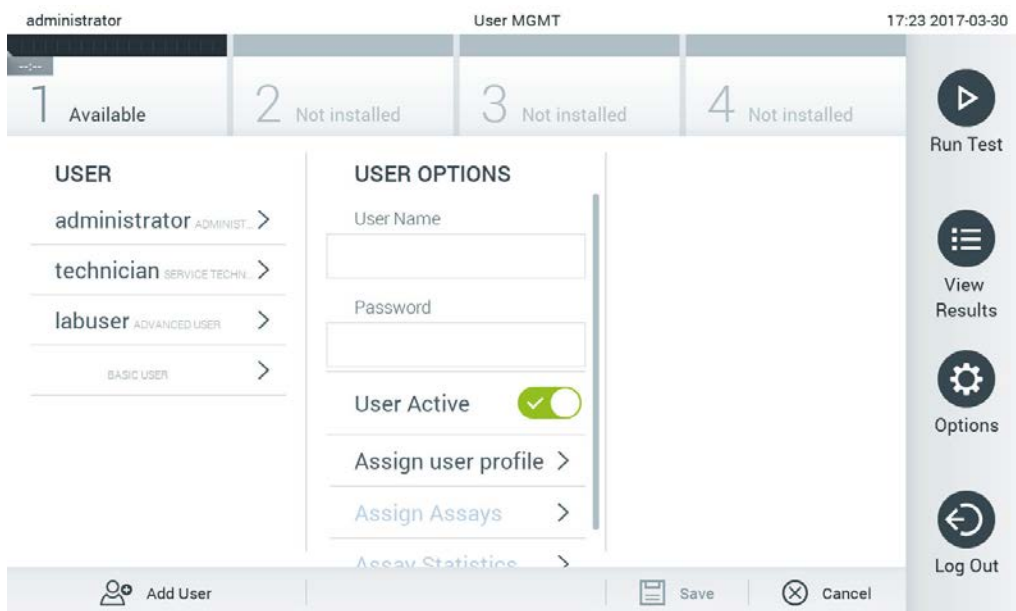

Abbildung 63: Hinzufügen eines neuen Benutzers
1. Drücken Sie auf die Schaltfläche Options (Optionen) und dann auf die Schaltfläche User Management (Benutzerverwaltung), um Benutzer zu konfigurieren. Im Inhaltsbereich der Anzeige wird der Bildschirm User Management (Benutzerverwaltung) angezeigt (Abbildung 63).